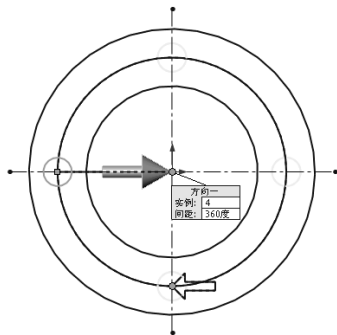

图 3-73 选择要阵列的圆草图实体
- [3] 在 PropertyManager 中,在“要阵列的实体”下选择要阵列的圆草图实体,如图 3-73 所示。